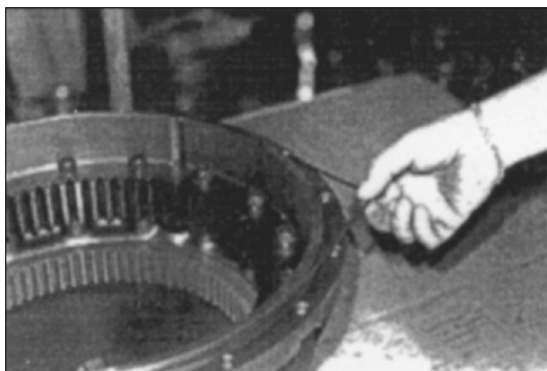

Рис. 79
17. Удалите уплотнительное кольцо из канавки на торцевой крышке. Рис. 79.